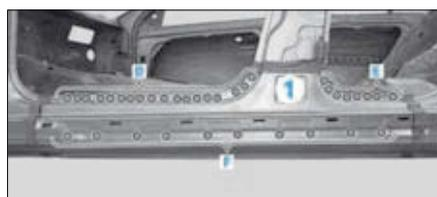

FIG. 90
- Dépointer et fraiser les points de soudure dans les zones (D, E et F) (Fig.90).